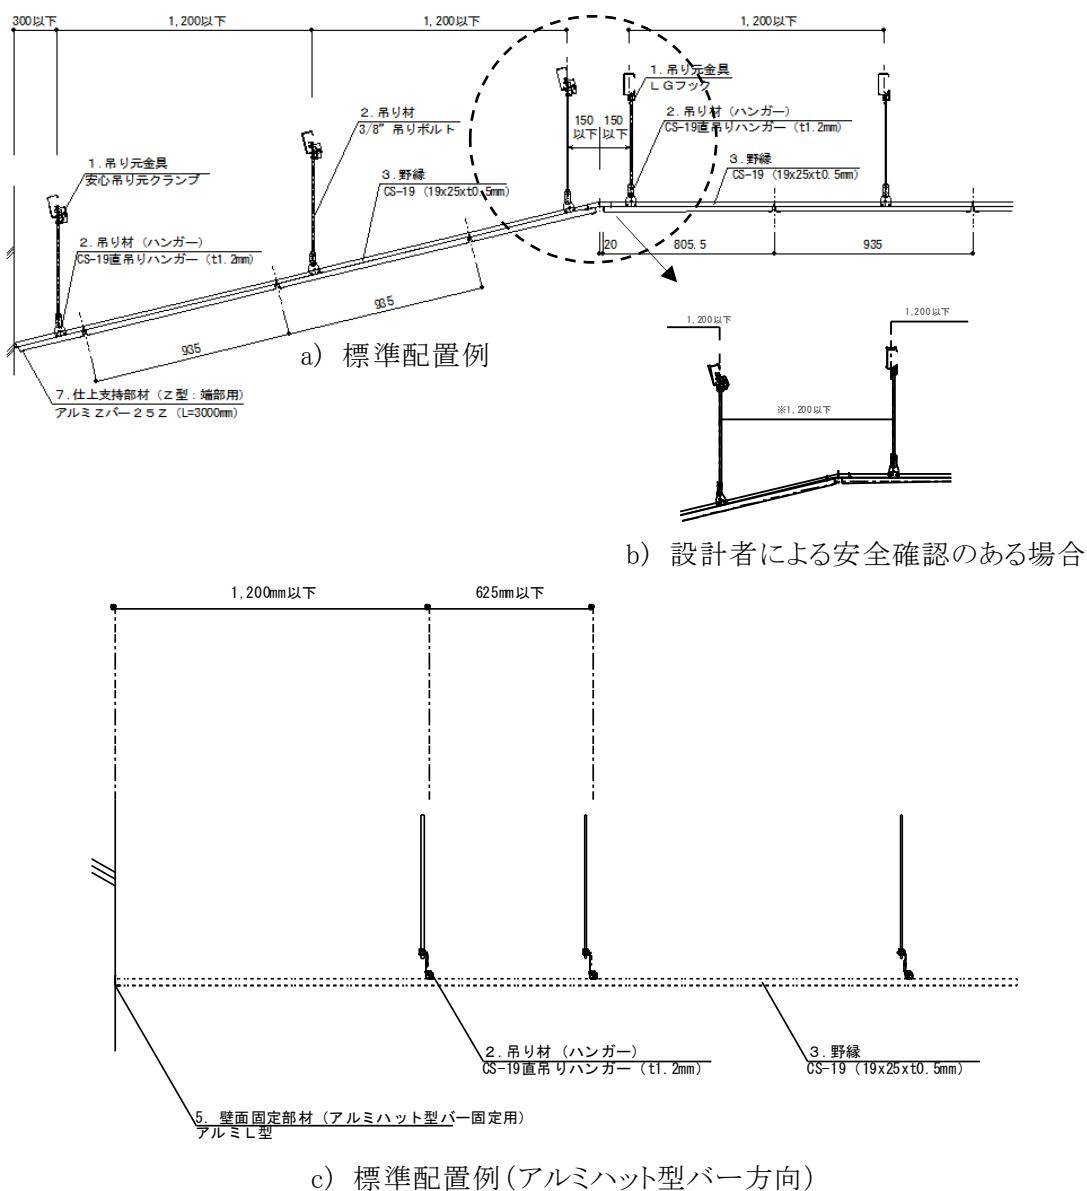

図 2-3-1 吊り材の配置例
- 吊りボルト下部はハンガーを上下 2 個のナットにて締めつけ、適切な工法で設置する。（図 2-3-1 参照）